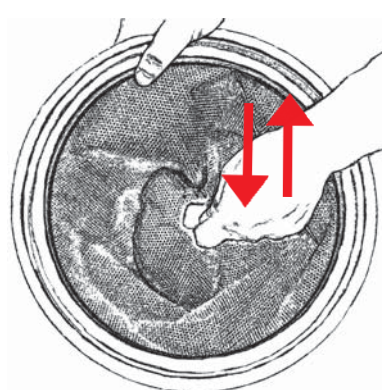

Fig. 22
1. Sett tilbake det rengjorte/ristede posefilteret på beholderen, Fig. 22. Pass på at støttekanten på filtret passer inn i innerkanten på støvbeholderen.
2. Sett tilbake det rengjorte/ristede posefilteret i beholderen. Pass på at støttekanten på filteret passer inn i innerkanten på støvbeholderen. Kontroller at filtret monteres med rett side opp – tøyhåndtaket på filtret skal være synlig, Fig. 22.